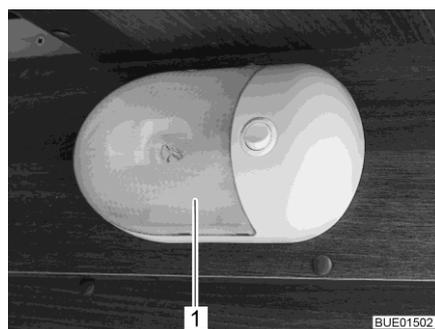

Bild 318 Aufbauleuchte
- Transparente Abdeckung (Bild 318,1) vorsichtig auf beiden Seiten zusammendrücken, leicht vom Schalter wegziehen und nach vorn abnehmen.